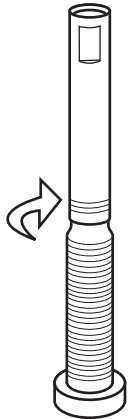

Figura 49. Avvitare la prolunga della valvola in linea nello stelo.
3. Avvitare la prolunga della valvola in linea nello stelo della valvola, in senso orario (Figura 49).